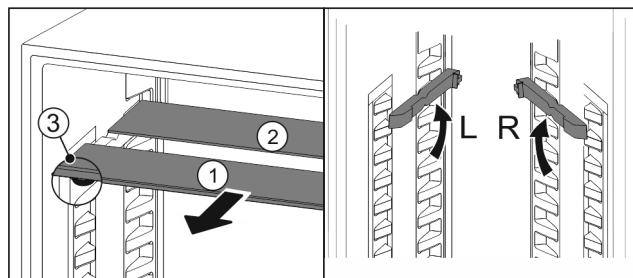

Fig. 67
- ▶ estrarre i ripiani di vetro singolarmente tirando in avanti Fig. 67 (1).
- ▷ Il piano in vetro Fig. 67 (1) con il motivo ornamentale è nella parte anteriore.
- ▷ I fermi Fig. 67 (3) sono rivolti verso il basso.